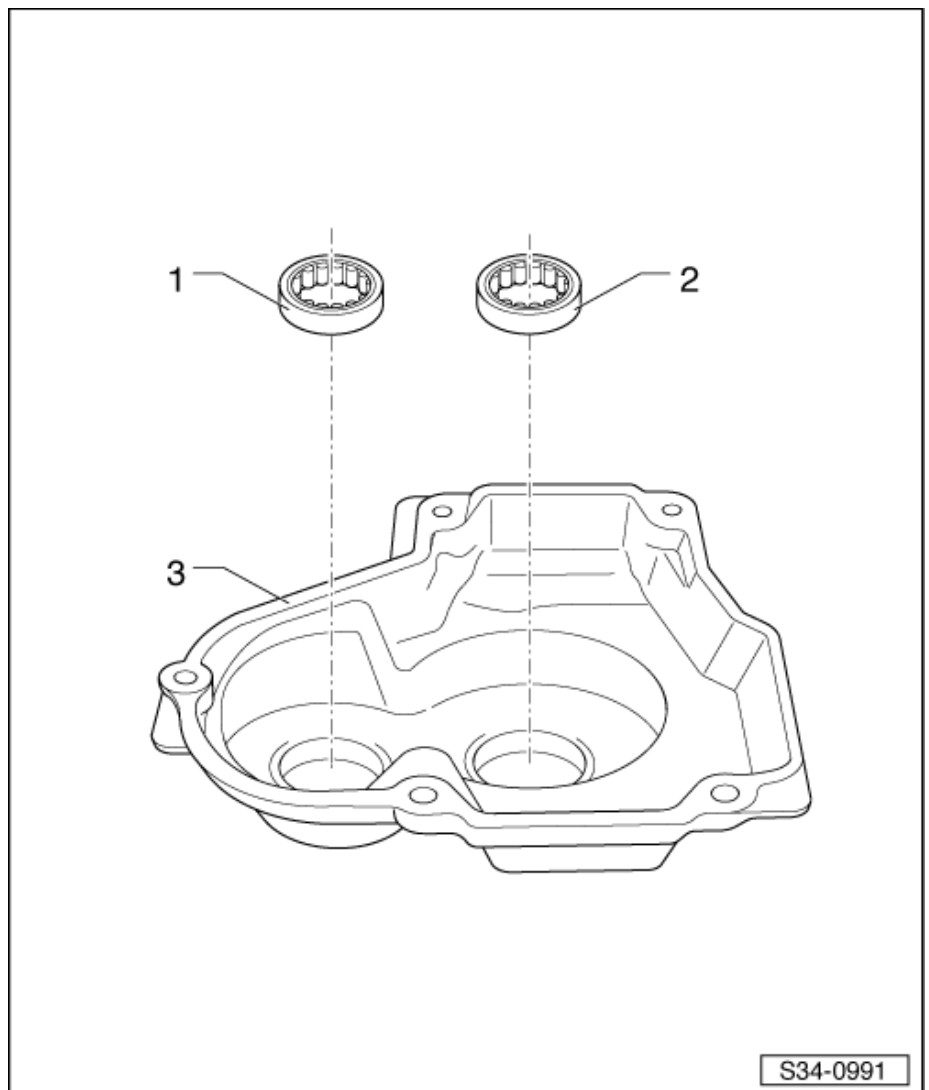

Abb. 1: Zylinderrollenlager aus dem Deckel für Getriebegehäuse herausziehen ►
- ☐ ausziehen ⇒ Abb. 1 in **34-6** Seite 2